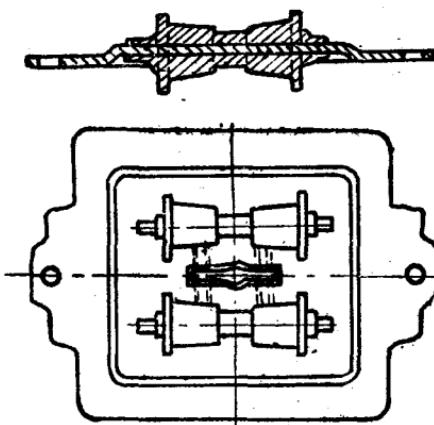

图11 双面式型板。
2. 双面式型板 这种型板的特点，是把上下两个模型联結在同一块模板的上下面，如图 11 所示。用可拆式砂箱在一台造型机上造型，或以单人手工造型。双面型板特別适用于小型鑄件，汽車、拖拉机、航空、紡織机零件和可鍛鑄鐵件車間使用得很广泛。